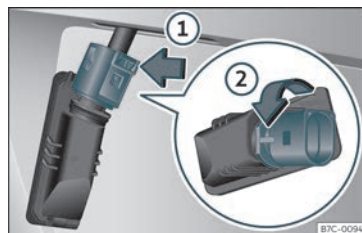

Fig. 52 Luz da matrícula: desmontar o porta-lâmpadas.
- Pressionar sobre o bloqueio do conector no sentido da seta »» **Fig. 52 ①** e extrair o conector.
- Girar o porta-lâmpadas no sentido da seta »» **Fig. 52 ②** e extrair juntamente com a lâmpada.
- Encaixar o porta-lâmpadas na luz da matrícula e girar até ao limite no sentido contrário ao da seta »» **Fig. 52 ②**.